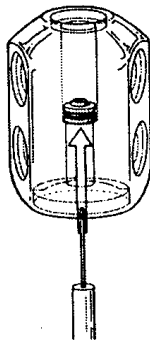

Рис. 2
- используя пластиковую ручку монтажного приспособления, выдавите седло (10) клапана ВД, вставив приспособление со стороны корпуса диафрагмы. Снимите с седла уплотнительное кольцо (9). (см. рис. 2).